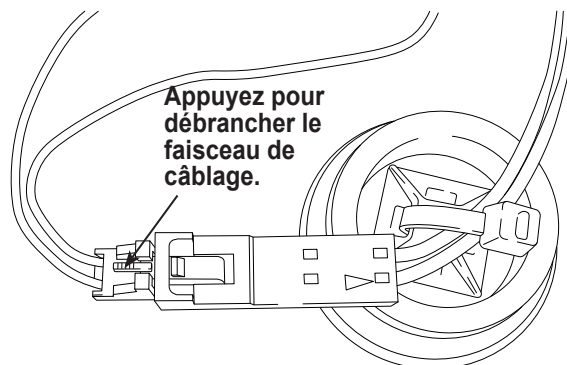

Figure 12
6. Débranchez le faisceau de câblage au connecteur en appuyant sur l'ergot central. Séparez les connecteurs. Voir Figure 12.